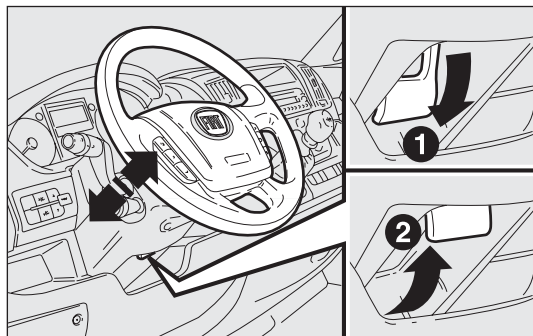

рис. 39
- ☐ отпустите рычаг – рис. 39 потянув его в сторону рулевого колеса (положение 2);